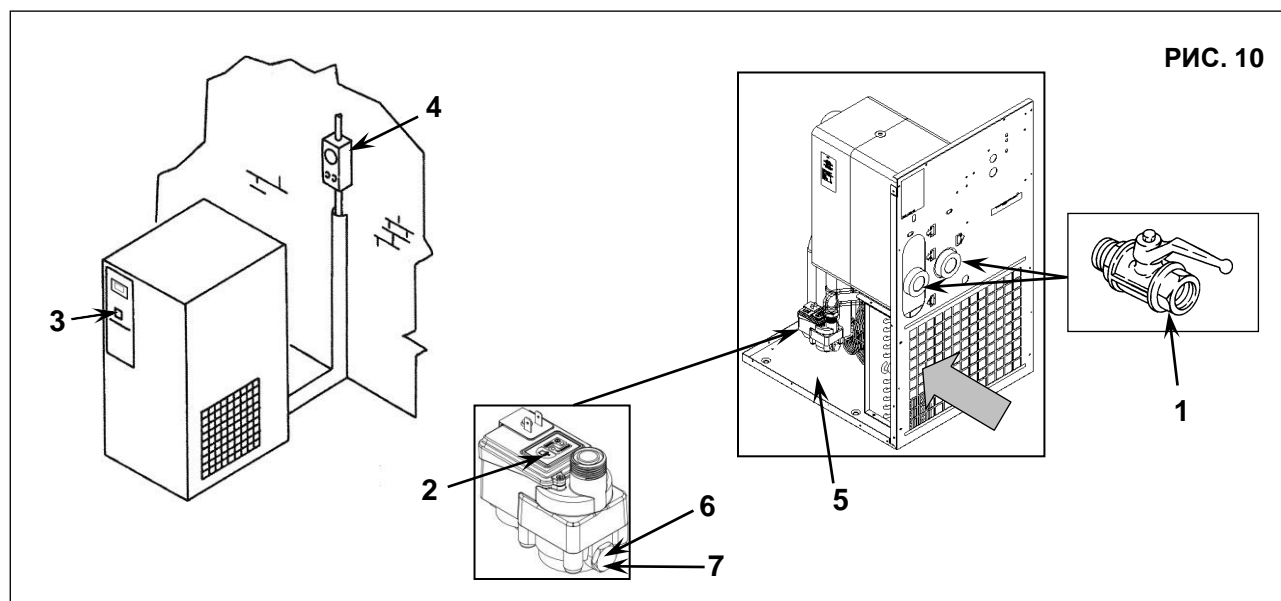

РИС. 10
### 15.2 ОЧИСТКА ФИЛЬТРА УСТРОЙСТВА АВТОМАТИЧЕСКОГО СЛИВА КОНДЕНСАТА (Рис. 10)
- Закройте кран, поз. 1, рис. 10
- Сбросьте давление в осушителе, нажав кнопку слива конденсата "TEST", расположенную на пароотделителе, поз. 2, рис. 10.
- Привести выключатель в положение «0», поз. 3 рис. 10
- Отключить питание с помощью рубильника, поз. 4 рис. 10.
### 15.3 ОЧИСТКА КОНДЕНСАТОРА (Рис. 10)
- Снимите панели, поз. 5, рис. 10
- Очистите ребра конденсатора, поз. 1, сжатым воздухом (Рис. 10). **НЕ ИСПОЛЬЗУЙТЕ ВОДУ И РАСТВОРИТЕЛИ**
- Установите панели, поз. 5, рис. 10